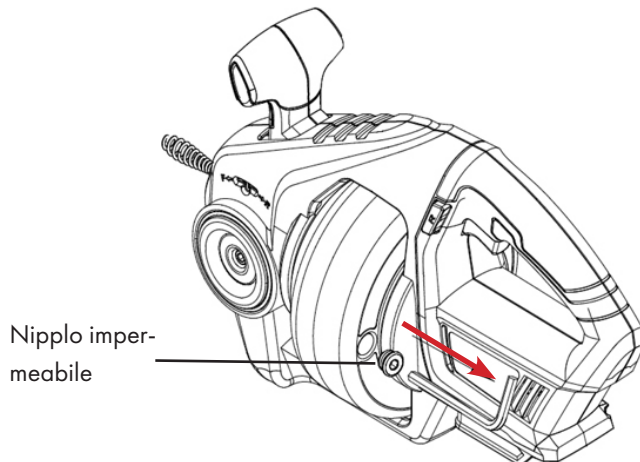

Fig.12
- Svitare il nipplo impermeabile con una chiave a brugola (Fig.12).